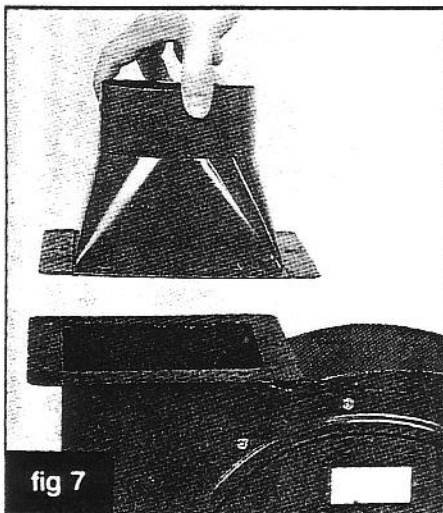

fig 7
◀ fig.7 Als nächstes montieren Sie den Auslaßstutzen(J) wie gezeigt am Absauggehäuse.